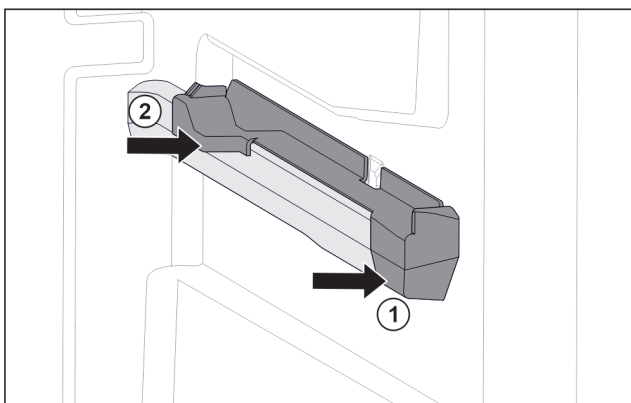

Fig. 37 Nasazovací díl na pravém žebrování na nádoby
- ▶ Nasadte nasazovací díl na žebrování na nádoby. Fig. 37 (1)
- ▶ Přitlačte nasazovací díl k zadní části. Fig. 37 (2)